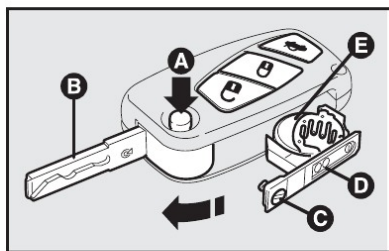

fig. 4
- apertar o botão A-fig. 4 e colocar o encaixe metálico (B) na posição de abertura;
- utilizando uma chave de fenda de ponta fina, girar o dispositivo de abertura (C) e retirar a caixinha da bateria (D);
- substituir a bateria (E) respeitando as polaridades indicadas;
- recolocar a caixinha na chave e travá-la, girando o dispositivo (C).